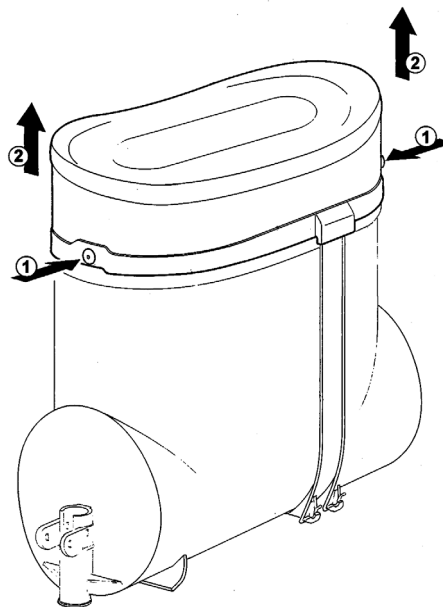

figure 1
**9** Pour enlever le couvercle, poussez une des deux touches de fixation et soulevez-le. (voir figure 1)